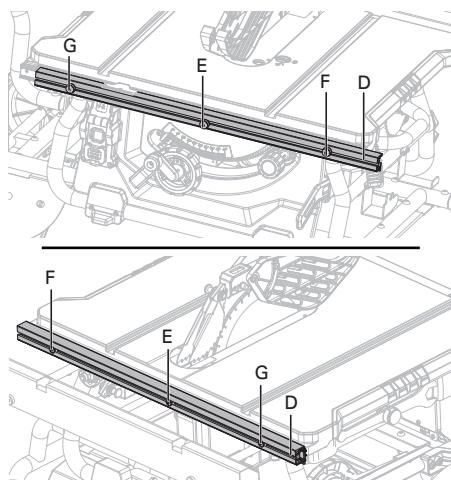

Fig. 11b
- Presione la palanca de las barras de tope (A) hacia la parte trasera de la sierra para desbloquearla.
- Afloje las perillas de bloqueo del tope guía paralelo (B) en el tope guía paralelo.
- Deslice el tope guía paralelo (C) hacia la derecha, gírelo hacia arriba formando un ángulo y quite el tope de las barras de tope frontal y trasera (D).
⚠PRECAUCIÓN: Hay tres tornillos de posición (E, F, G) en cada barra de tope frontal y trasera (D) para fijar el tope guía paralelo. Los tornillos de posición (E, F) se usan en el tope guía paralelo en la parte derecha de la cuchilla de sierra. Los tornillos de posición (G) se usan en el tope guía paralelo en la parte izquierda de la cuchilla de sierra (Fig. 11b).
- Sujetando el tope (C) formando un ángulo, alinee los tornillos de posición (frontal y trasero) de las barras de tope con las ranuras del tope (H).
- Deslice las ranuras (H) hacia los tornillos de posición y gire el tope hacia abajo hasta que se coloque sobre las barras.
- Coloque correctamente el tope guía paralelo girando las perillas de bloqueo del tope guía paralelo (B) hacia la derecha.
- Bloquee la palanca de las barras de tope (A).